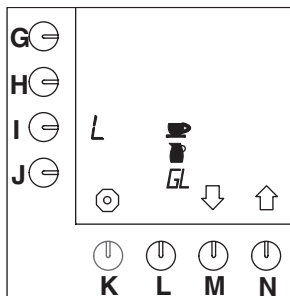

Fig. 31 Unités à sélectionner
- Vous pouvez sélectionner l'une des unités suivantes: Litre = L, Gallon = G (=3,7853 L), Pichet, Tasse (fig.31).